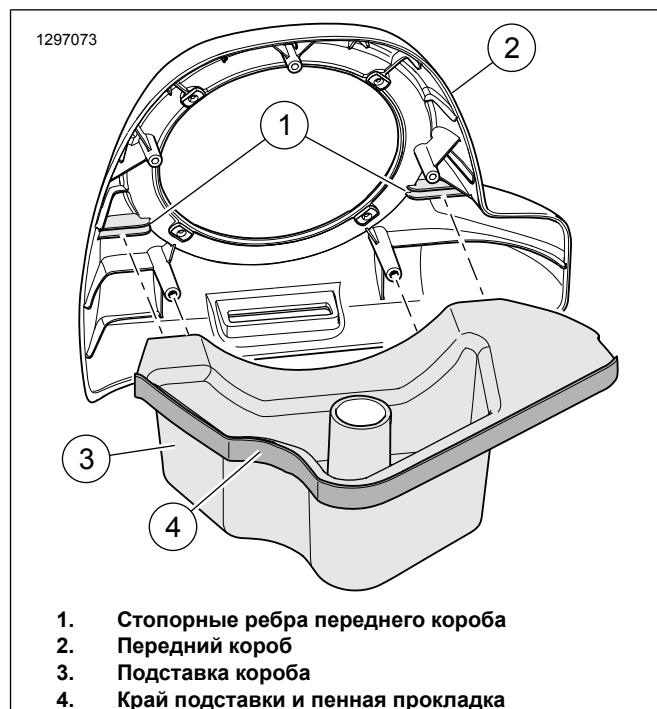

Рисунок 6. Короб в сборе
6. См. Рисунок 6. Соберите подставку короба (4) и подсоедините к переднему коробу (2). Снимите бумажную подложку с одной стороны двухсторонней пенной прокладки (5). Установите уплотнение, как показано. Обрежьте и сохраните лишнюю пенную прокладку, она будет использоваться позже.